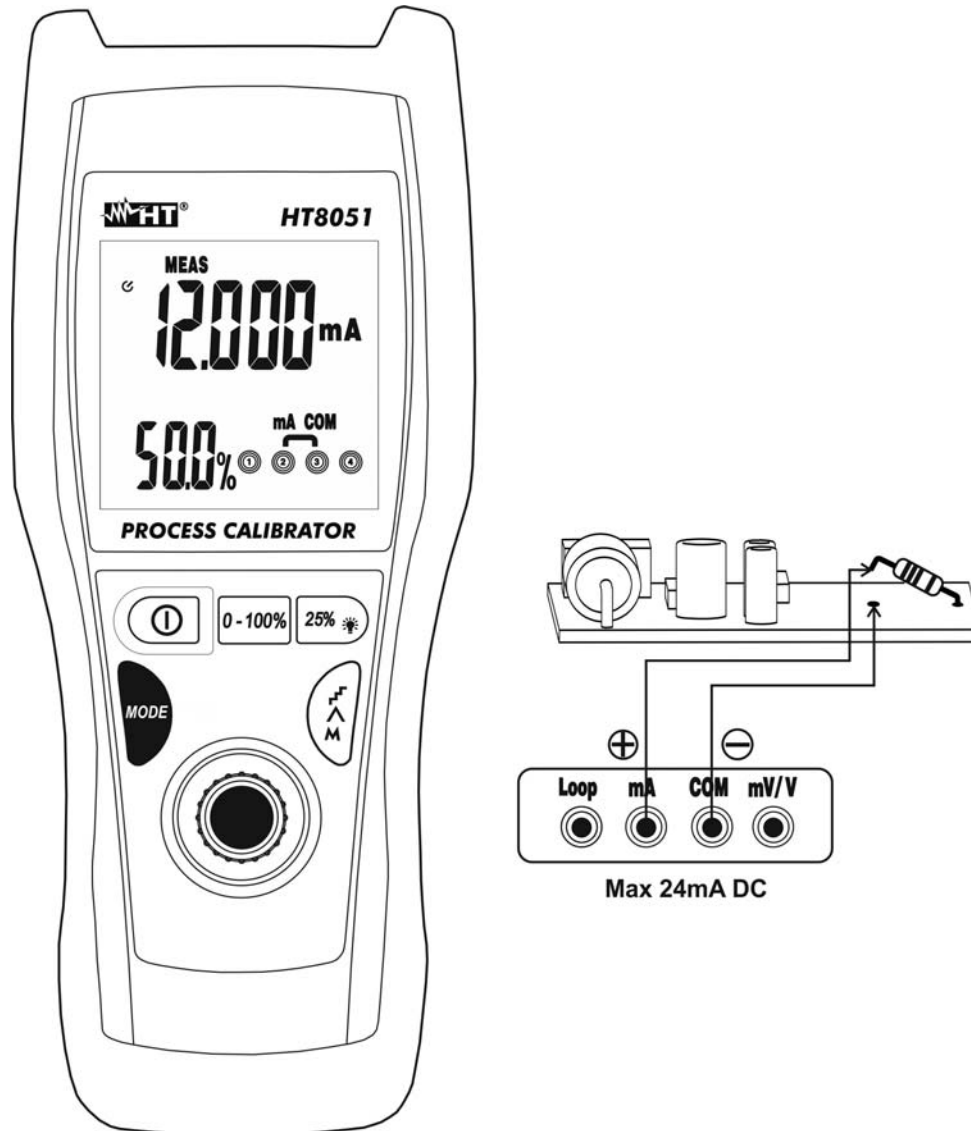

Fig. 5: Medida de Corriente CC
4. Conecte la punta verde y la punta negra en serie con el circuito del que se quiere medir la corriente respetando la polaridad y el sentido de la corriente (vea la Fig. 5)
6. El mensaje **"-OL-"** indica que la corriente en examen excede el valor máximo medible por el instrumento. El instrumento no realiza mediciones de corriente con polaridad opuesta con respecto a la conexión de la Fig. 5. El valor "0000" se muestra en la pantalla